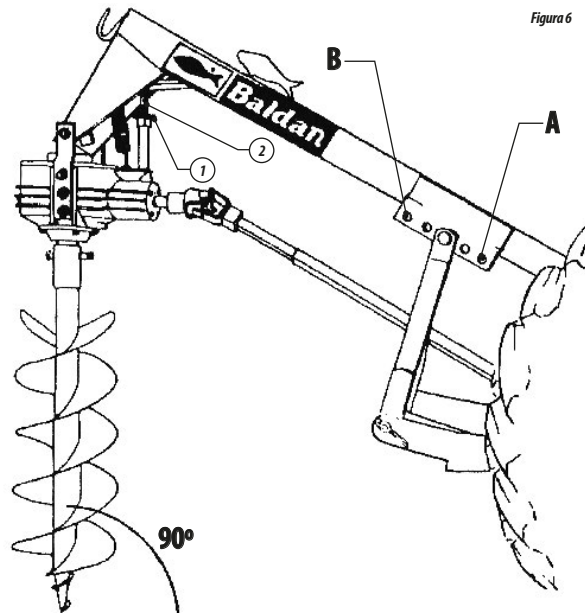

Figura 6
- 01 - Conforme o tipo do trator, regular a altura do perfurador no cabeçalho de engate, conforme letras "A a B", da figura 6.
- 01 - Abaixar o perfurador até a ponta da broca tocar no solo, movimentar o trator para frente ou para trás, até que a broca fique a 90° conforme figura 6, em seguida soltar a trava item 1, regular o parafuso item 2 até o mesmo tocar na chapa superior da armação, apertar novamente a trava item 1.